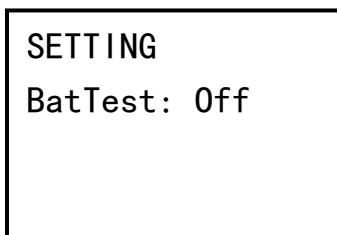

Рисунок 22
- включение/выключение тестирования (самодиагностики) АКБ (см. рисунок 22);